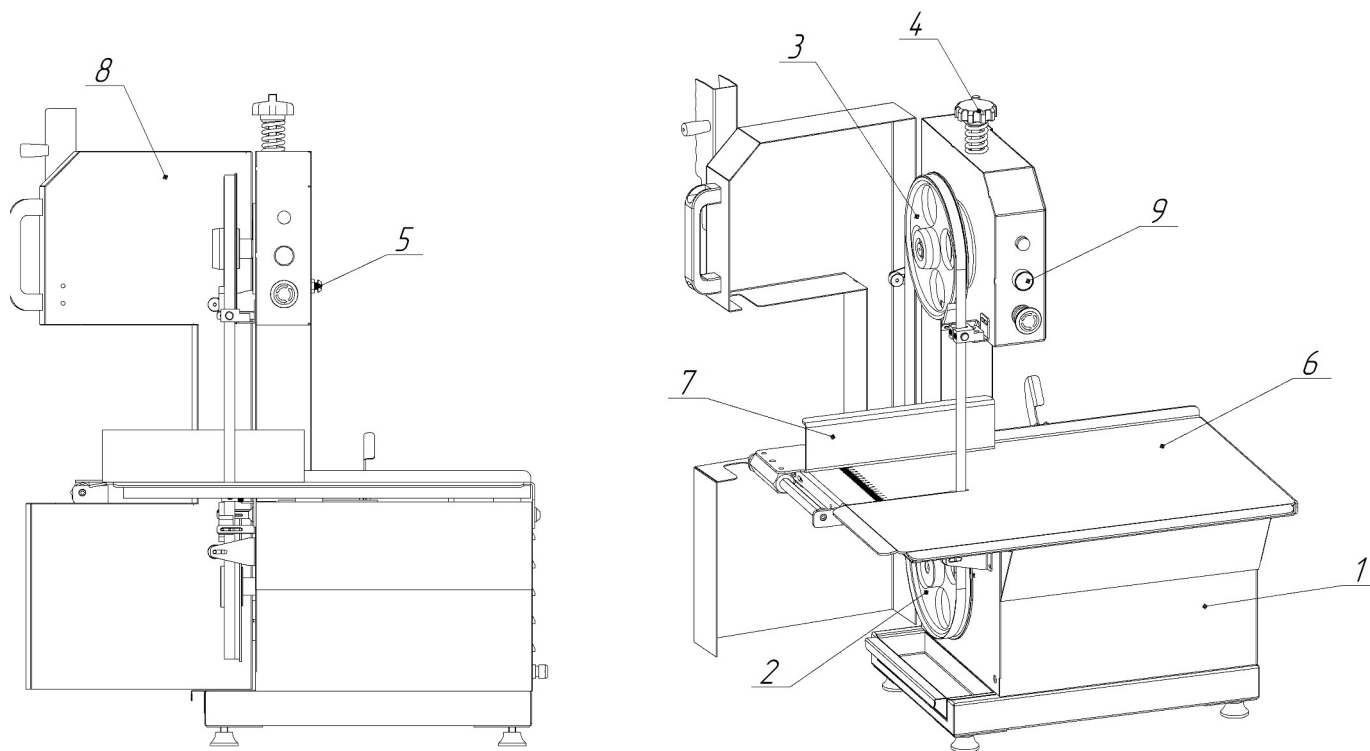

Рис. 2
- Сварного корпуса (рис.2 поз.1), на котором размещены все компоненты пилы. Внутри корпуса установлен электродвигатель. Электродвигатель оснащён тормозным устройством, что обеспечивает остановку пильного полотна не более чем за 4 секунды. На валу электродвигателя установлен приводной шкив (рис.2 поз.2). В верхней части корпуса установлен натяжной шкив (рис.2 поз.3). Натяжной шкив имеет регулировку в двух направлениях. Для натяжения полотна шкив имеет возможность перемещения вверх-низ при помощи рукоятки расположенной в верхней части машины (рис.2 поз.4). Для устранения соскальзывания полотна, шкив имеет возможность регулировки наклона с помощью регулировочного винта на боковой части машины (рис.2 поз.5).
- Рабочего стола (рис.2 поз.6). Стол оснащён подпором (рис.2 поз.7) и выгравированной шкалой, с помощью которого выставляется необходимая толщина разделывания продукта.
- Защитной крышки (рис.2 поз.8), которая закрывает шкивы и пильное полотно. Крышка оснащена выключателем, который предотвращает запуск машины если крышка не закрыта должным образом.
- Органами управления (рис.2 поз.9)
5. Отрегулируйте подпор (Рис.2 поз.7) под желаемую толщину нарезаемого отруба, открутив фиксирующий винт.
6. Включите машину нажав зелёную кнопку «ПУСК» на панели управления (Рис.2 поз.9).